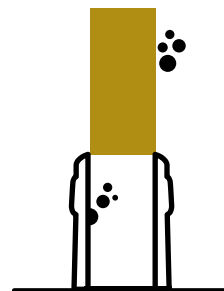

Figure 15
- Maintenir propres toutes les surfaces où le bouchon en liège passe, en utilisant des produits sans chlore (Figure 15);